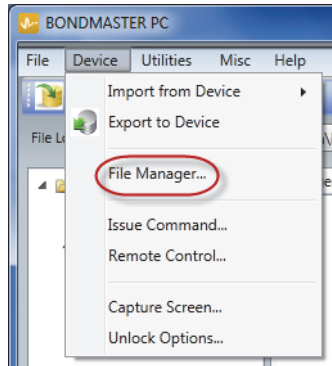

図 7-16 ファイルマネージャーコマンド
- ◆ BondMaster PC ソフトウェアの Device (デバイス) メニューで、File Manager (ファイルマネージャー) を選択します (211 ページの図 7-16 参照)。